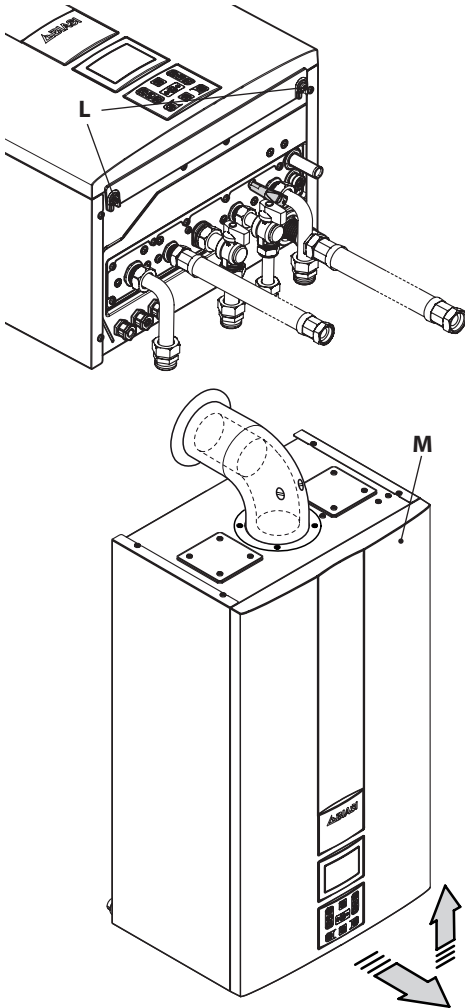

Figura 5.19
- Svitare le viti **L** e rimuovere il pannello frontale **M** tirandolo a sé e quindi spingendolo verso l'alto in modo da liberarlo dalle sedi superiori Figura 5.19.